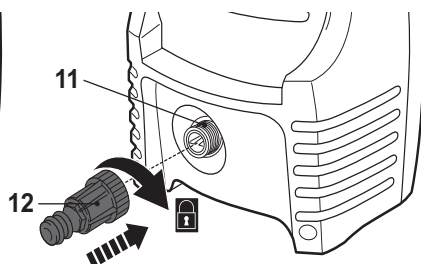

Рис. 12
- > Прикрутите разъем водяного шланга (12) к подводу воды (11) (Рис. 12).